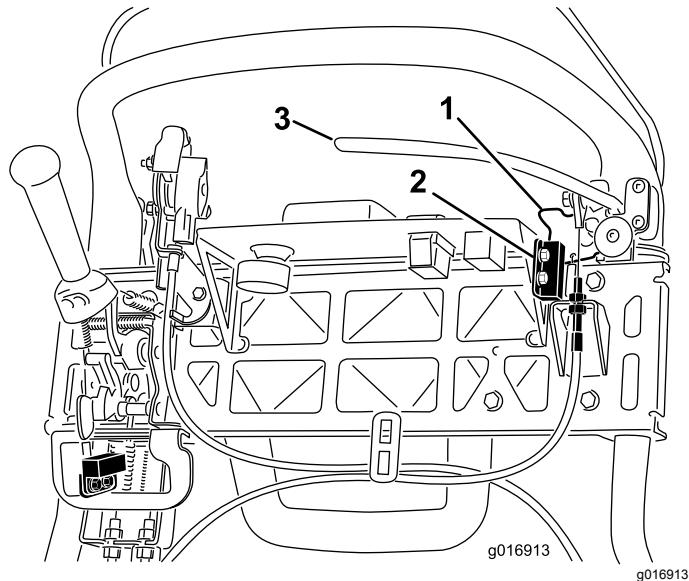

Bild 45
4. Lockern und entfernen Sie die Befestigungen des Sicherheitsschalters (Bild 45).
5. Legen Sie eine 1,6 mm dicke Beilagscheibe zwischen den Feststellbremsriegel und den Sicherheitsschalter (Bild 45).
- Lösen Sie zum Erhöhen der Bremszugspannung die obere Kabelklemmmutter und ziehen die untere (Bild 45) an, bis eine Kraft von 156 N zum Lösen des Feststellbremsriegels auf den Bremshebel aufgebracht werden muss.